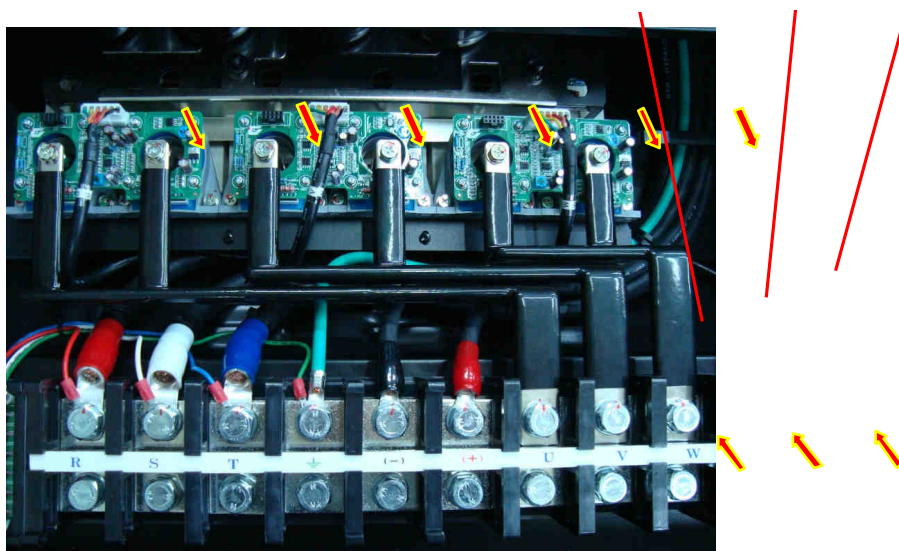

Рис. 7.26.
7.13.3. Закрутить (рис. 7.26):